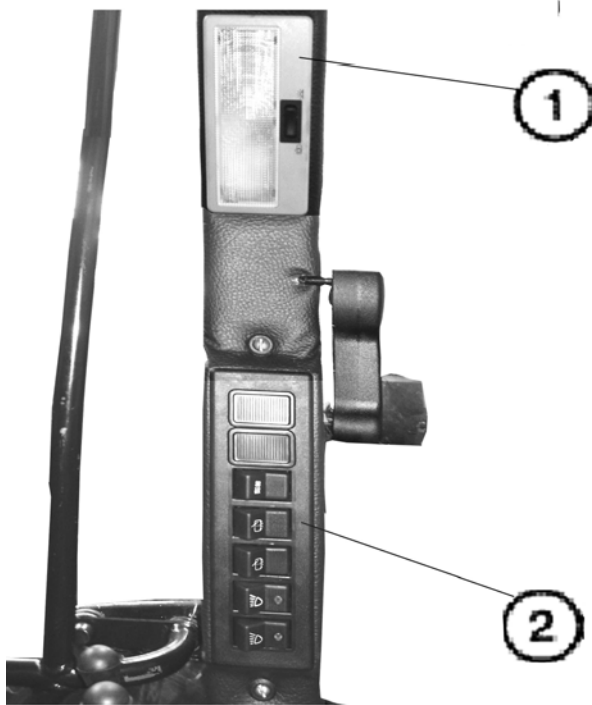

Fig.4.17.1
Panoul (2) cu butoane de pornire a sistemului de ventilare și încălzire cabina, a farurilor fata și spate, ștergător fata și spate, și plafonul de iluminare a cabinei (1) este situate pe partea dreapta a cabinei. A studia fig.4.17.1, 4.17.2.